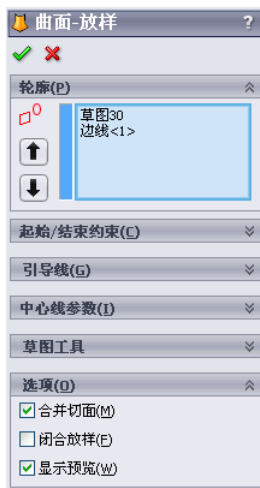
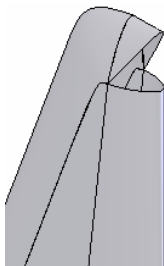

图 8-64 “曲面-放样”属性管理器
图 8-65 放样曲面后的图形
⑪ 放样曲面。单击“曲面”工具栏中的“放样曲面”图标按钮，此时系统弹出如图 8-64 所示的“曲面-放样”属性管理器。在“轮廓”一栏中，用鼠标依次选择图 8-63 中的边线 1 和草图 2。单击属性管理器中的“确定”图标按钮，生成放样曲面，结果如图 8-65 所示。